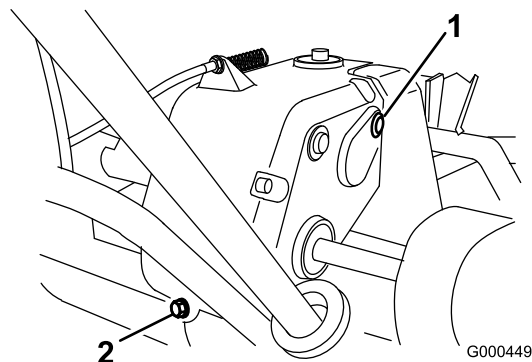

Figure 29
2. Retirez le bouchon de contrôle/remplissage du côté droit de la transmission (Figure 29).